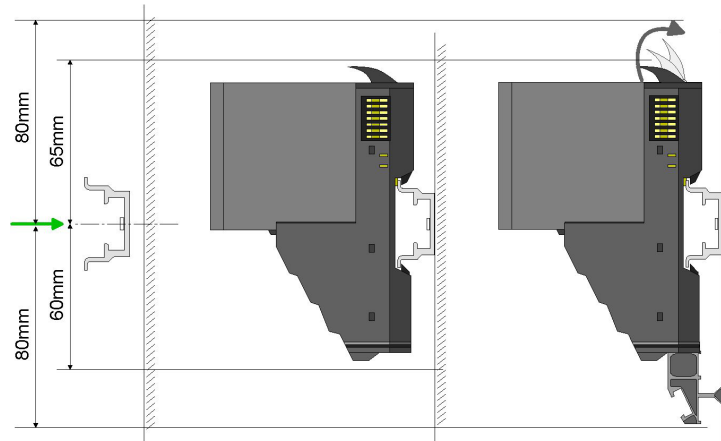

Abb. 6-5: Montageabstände
- ➔ Montieren Sie die Profilschiene mit den notwendigen Abständen (siehe Abb. 6-5: "Montageabstände").